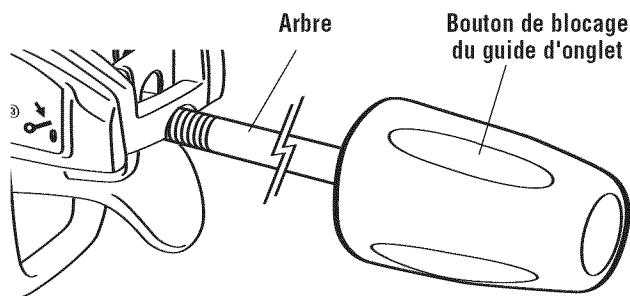

Figure 4: Bouton de blocage du guide d'onglet
Localisez le bouton de blocage d'onglet parmi les pièces détachées et enflez l'arbre dans l'ensemble de cran d'arrêt d'onglet comme illustré à la Figure 4.
1. Poussez le coude de poussière sur la buse à poussière. Tournez le coude à la position désirée. (Figure 4)